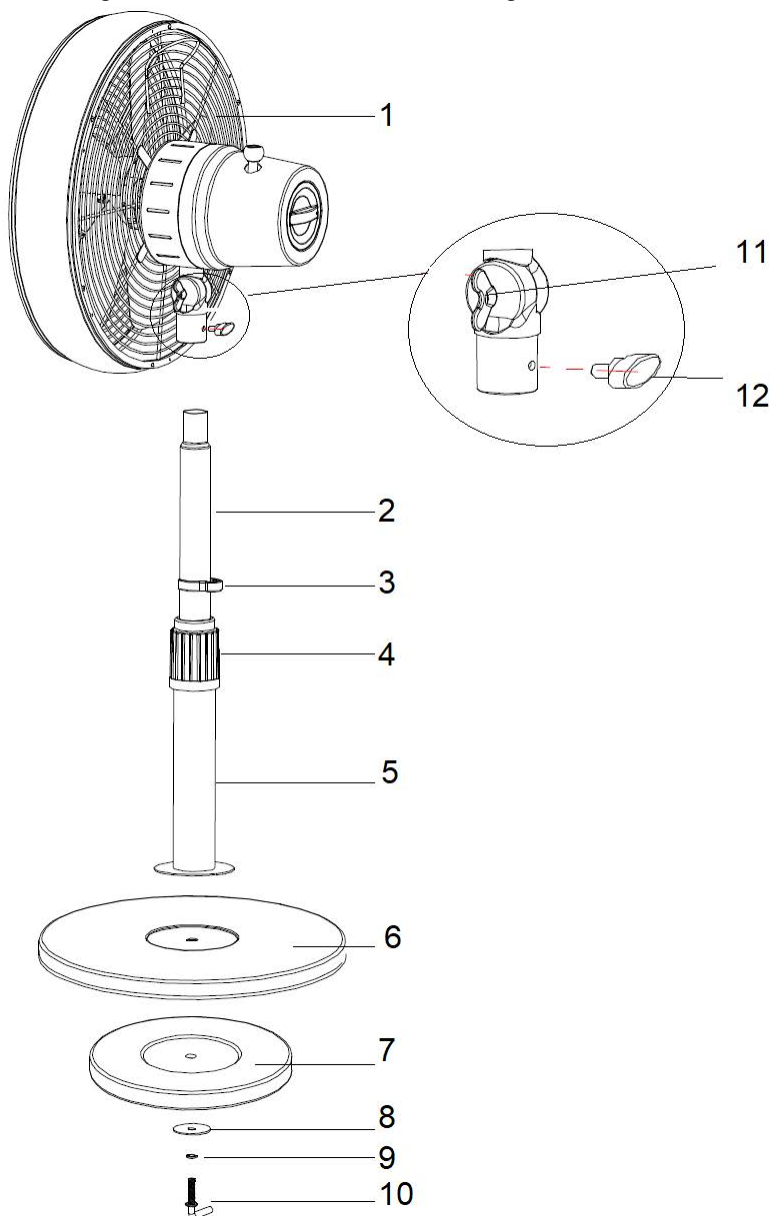

Abb. 1
1. Lösen Sie die Sockelbefestigungsschraube (10), die Federscheibe (9) und den flachen Unterlegring (8) vom Standrohr. Abb. 1
2. Befestigen Sie das Standrohr (5) am Standsockel (6). Stecken Sie die Sockelbefestigungsschraube (10) durch die Federscheibe (9), den flachen Unterlegring (8), die schwere Bodenplatte (7) und ziehen Sie die Sockelbefestigungsschraube (10) fest an, um das Standrohr (5) zu fixieren. Fig.1
3. Lösen Sie den Höhenverstellring (4) und ziehen Sie das Teleskoprohr (2) auf die gewünschte Höhe aus. Ziehen Sie den Höhenverstellring (4) fest an. Abb. 1
4. Setzen Sie die Ventilatorkopfeneinheit (1) auf das Teleskoprohr (2). Fixieren Sie sie durch Anziehen der Feststellschraube (12). Abb. 1
5. Lösen Sie die Flügelschraube zum Einstellen der Neigung (11) und passen Sie den Neigungswinkel des Ventilatorkopfs nach Wunsch nach oben oder unten an.
Fixieren Sie den Neigungswinkel des Ventilatorkopfes, indem Sie die Flügelschraube zum Einstellen des Neigungswinkels (11) gut festziehen. Abb. 1